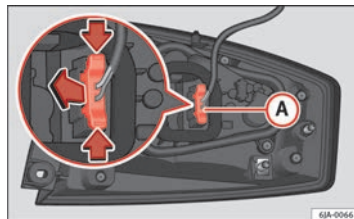

Fig. 163 Connettore del fanale nella parte posteriore del fanale di coda
- Scollegare il connettore A ⇒ fig. 163 del fanale azionando le leve laterali dello stesso (freccie) e tirando il connettore verso l'esterno.